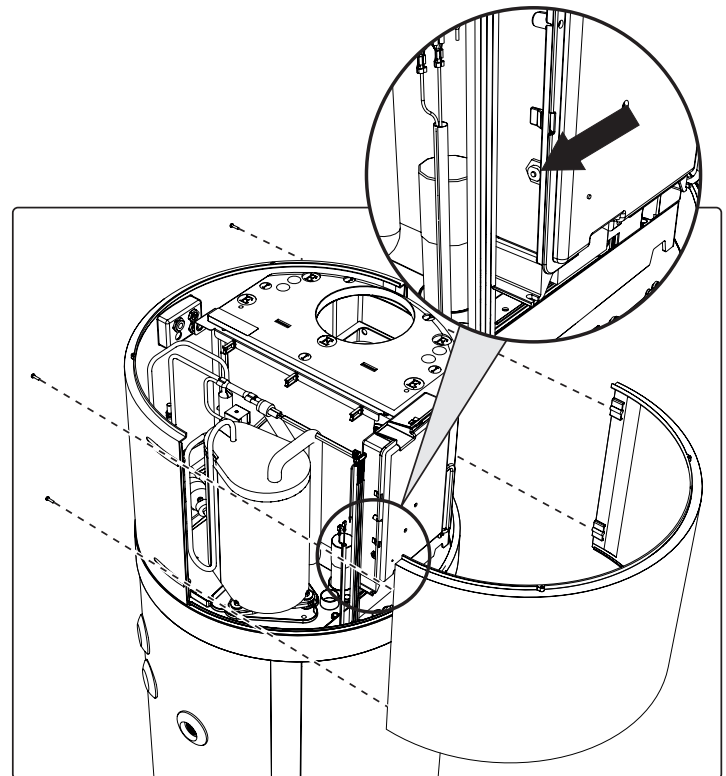

fig. 48- Retrait du panneau avant
- Retirez le panneau avant et réinitialisez manuellement le thermostat de sécurité déclenché (fig. 48). En cas d'intervention, la broche centrale du thermostat dépasse d'environ 2 mm.